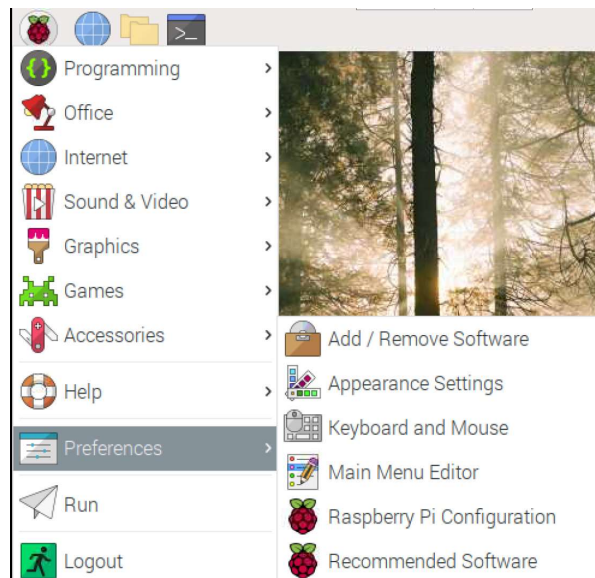

Figure 5. Menu « Preferences » dans le système d'exploitation du Raspberry Pi.
2. Pour activer la prise en charge de 1-Wire, vous devez d'abord en cliquant sur l'icône de framboise et ensuite « Preferences ». Ensuite cliquez pour ouvrir l'application « Raspberry Pi Configuration » (voir Figure 5 et 6).
3. Dans la fenêtre qui s'affiche, cliquez sur l'onglet « Interfaces » et choisissez « Enable » pour l'interface 1-Wire (Figure 5) et cliquez sur OK.